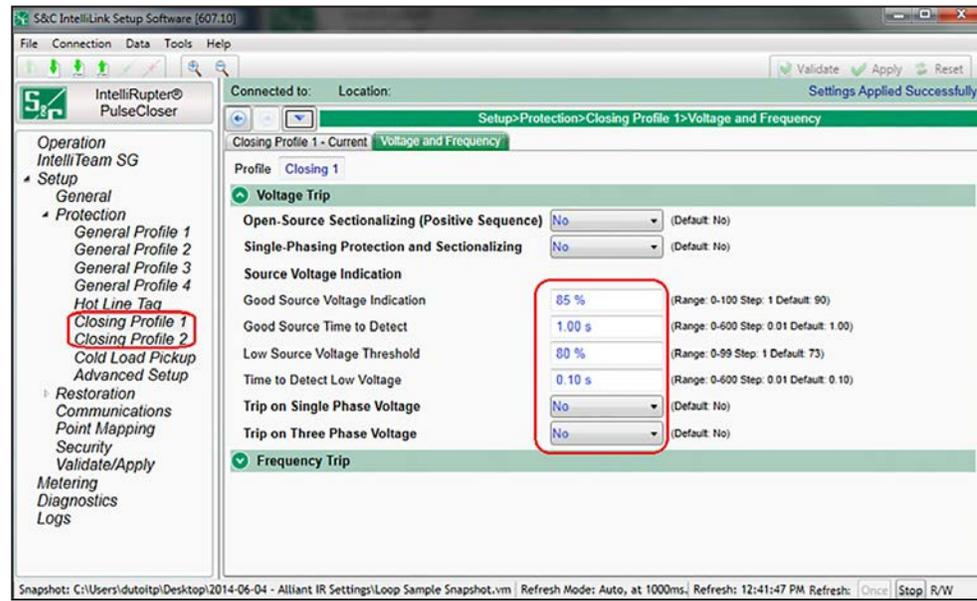

Figura 78. Tela Configurações>Proteção>Perfil de Fechamento 1>Tensão e Frequência>Trip de Tensão
PASSO 13. Compatibilize os ajustes de **Indicação de Tensão** no modo **Perfil Geral** nos dois modos de **Perfil de Fechamento 1** e **Perfil de Fechamento 2**. Ver Figura 78 na página 148.